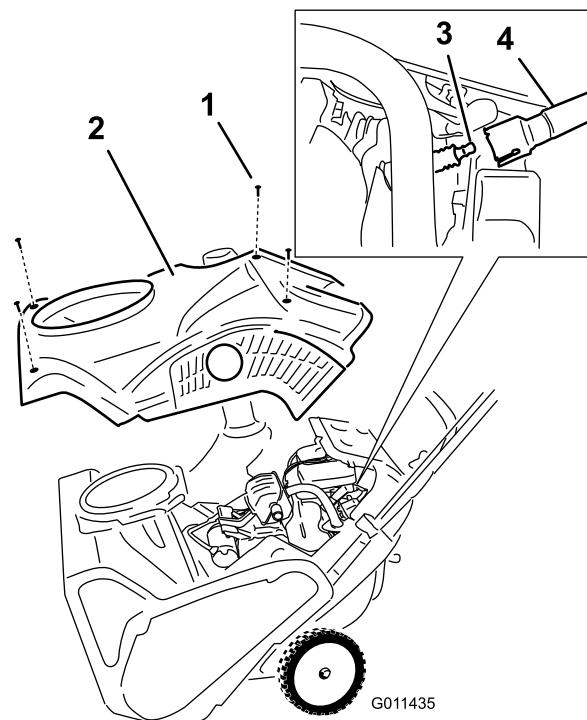

Bild 25
- Nehmen Sie die vier Schrauben ab, mit denen die Abdeckung befestigt ist (Bild 25).
- Nehmen Sie die Abdeckung ab (Bild 25).